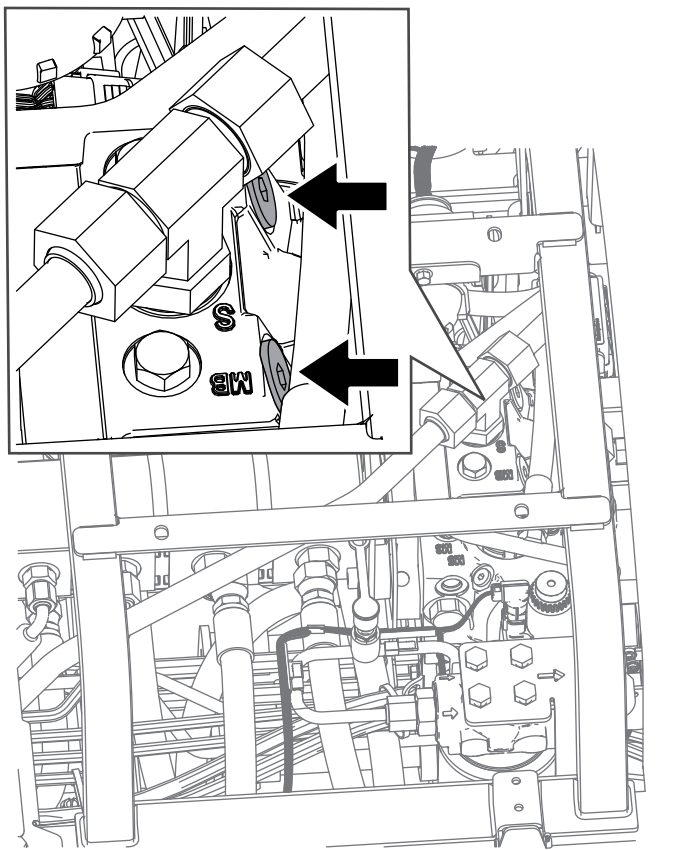

Figura 67
2. Individuate la posizione delle valvole di bypass sotto al sedile e sopra all'idrostatato (Figura 67).